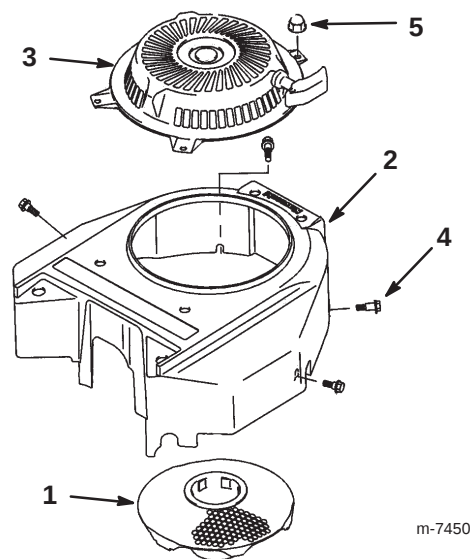

Figure 34
3. Déposez la grille d'entrée d'air, le lanceur et le boîtier du ventilateur (Fig. 34).